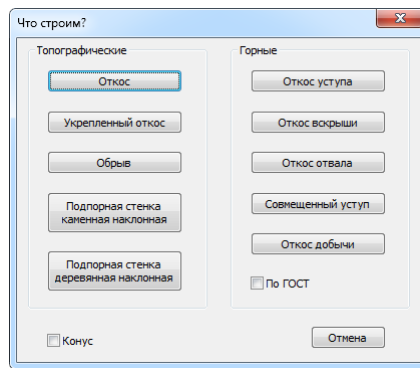

рис. 18
2) При выделенном контуре поверхности активировать инструмент  и в диалоге на рис. 18 выбрать нужный элемент рельефа.